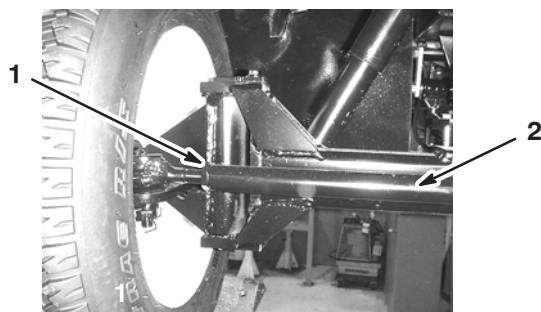

Bild 51
3. Sollte die Messung nicht im angegebenen Bereich liegen, lockern Sie zum Einstellen die Klemmmuttern an beiden Enden der Zugstange (Bild 51).